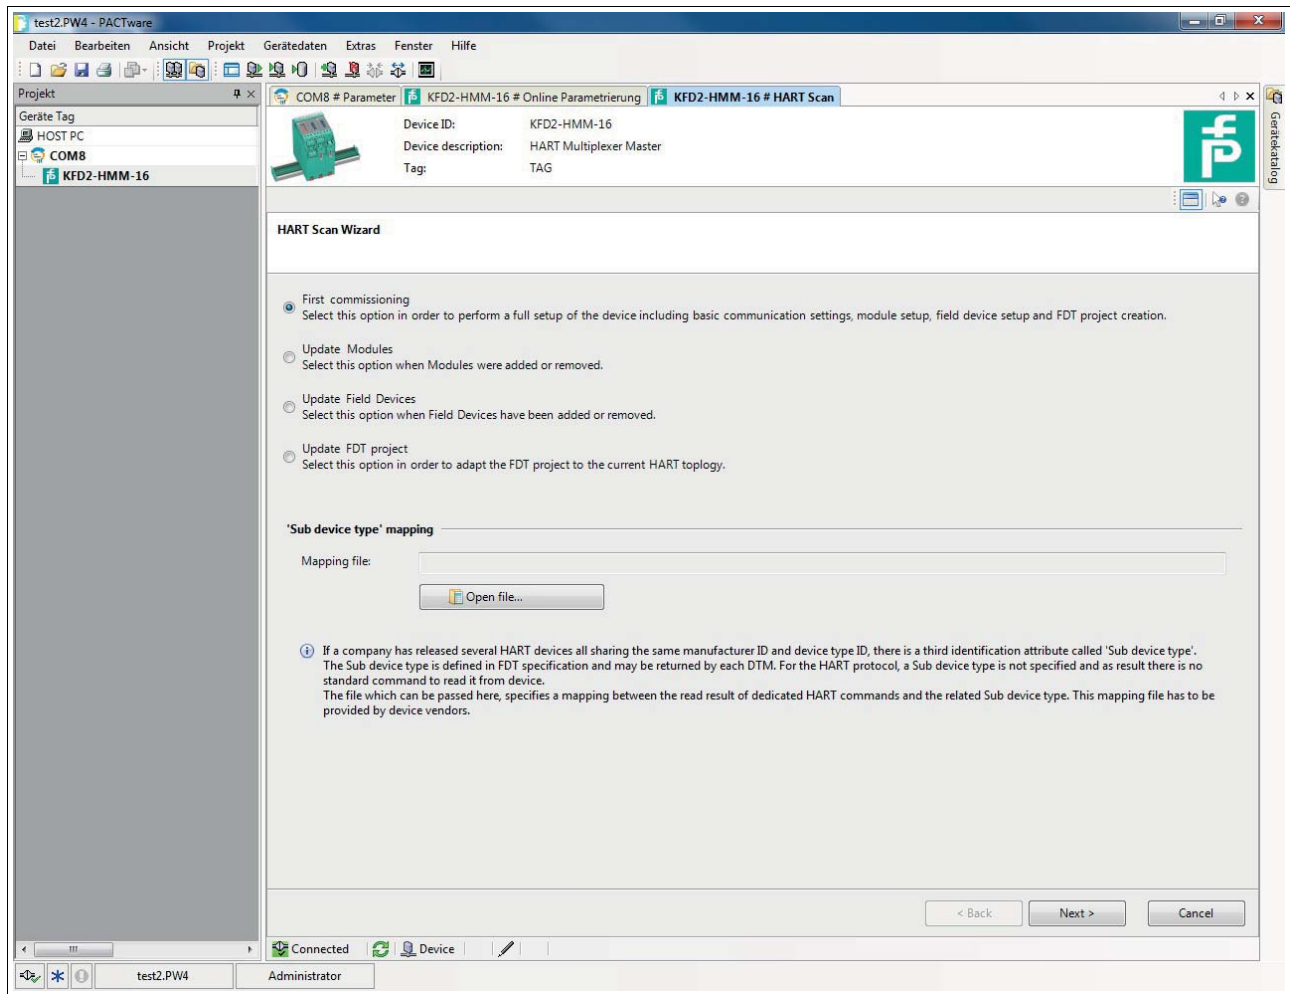

Abbildung 6.13 HART-Scan-Fenster
1. Wählen Sie im Fenster **HART Scan** im Bereich **HART Scan Wizard** unter folgenden Optionen aus, siehe Abbildung 6.13: